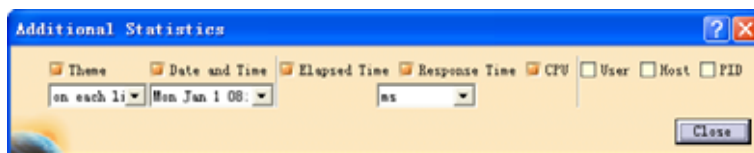

图 1-13 附加统计信息
- ◆ Workbench Statistics 中设置工作台的统计信息，选中 Activated 将激活统计功能，后面有四个列表框，左上角列表框中选择输出文件的位置，右上角列表框设置输出文件名，左下角列表框中设置输出方式，Cumulated 表示所有的跟踪都输出到同一个文件，Session 表示为每一个会话生成一个新的跟踪文件。右下角的列表框设置生成的文件中有或无帮助文本。单击后面的  按钮，弹出如图 1-13 所示的对话框。